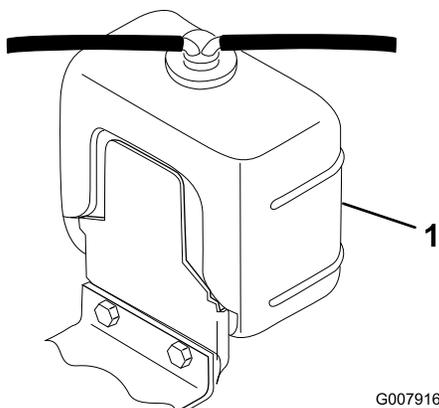

図 31
1. ラジエーターと補助タンクのふた（図 31）を注意深く開ける。
2. ラジエーターと補助タンク（図 31）の液量を点検する。